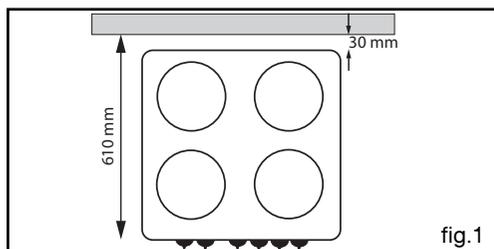

fig.1
Vous devez respecter la côte d'encastrement suivante (**fig.1**, vue de dessus):
- Enfoncez un tournevis entre la tôle du capot et la trappe puis faites pivoter la trappe (fig. 1).
- Pour les gaz distribués par une canalisation (gaz naturel), le raccordement s'effectue (fig.1) :
- soit par tuyau flexible avec embouts mécaniques filetés (fig. 1).
- Retirez les grilles, les chapeaux et les têtes de tous les brûleurs (fig. 1).